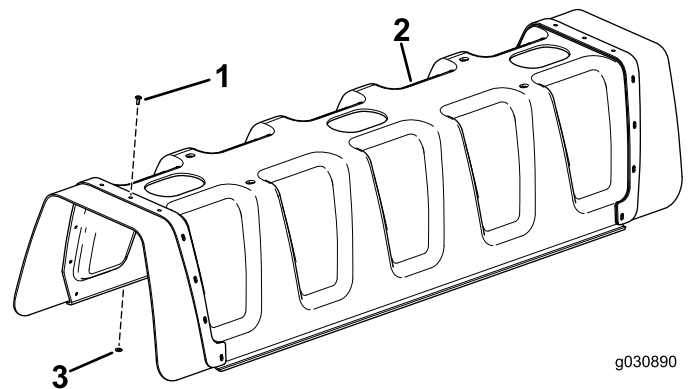

図 4
3. 中央ブームカバーに、ポップリベット 3/16 x 1/2 インチ 11本とワッシャ 3/16 インチを取り付ける 図 4。